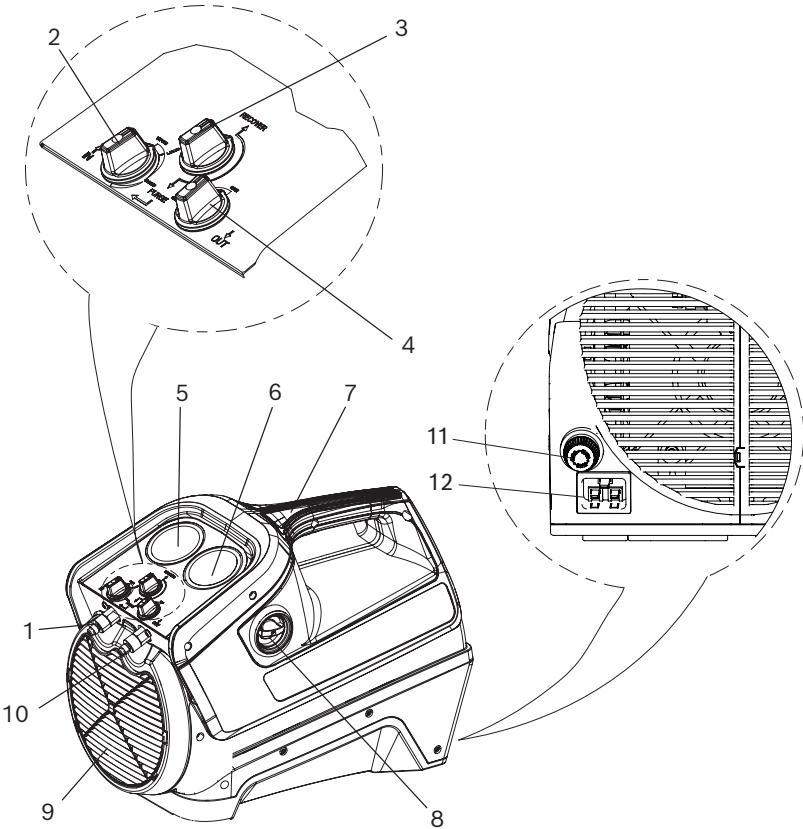

Fig.1: Vue d'ensemble du RG4.0
- Prise d'entrée (Fig. 1, Pos. 1) - Utilisée pour brancher le RG4.0 à un système de climatisation ou frigorifique en passant par un filtre.
- Prise de sortie (Fig. 1, Pos. 10) - Utilisée pour brancher le RG4.0 au réservoir de fluide frigorigène.
- Vanne de régulation d'entrée (Fig. 1, Pos. 2) - Utilisée pour :
- Vanne de régulation de sortie (Fig. 1, Pos. 4) - Utilisée pour : contrôler la sortie de fluide frigorigène du RG4.0 vers le réservoir de fluide frigorigène.
- Vanne de récupération / purge (Fig. 1, Pos. 3) - Utilisée pour :
- Manomètre d'entrée (Fig. 1, Pos. 5) - Mesure la pression à l'entrée du RG4.0.
- Manomètre de sortie (Fig. 1, Pos. 6) - Mesure la pression à la sortie du RG4.0.
L'interrupteur général (Fig. 1, Pos. 8) permet de mettre le RG4.0 en marche/à l'arrêt.